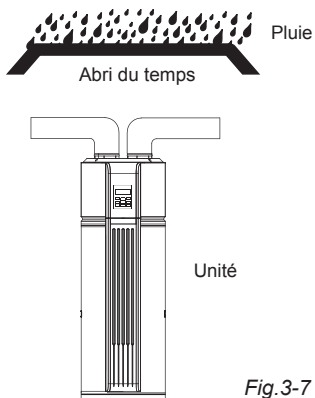

Fig. 3-7
- Dans le cas où l'unité se connecte à l'extérieur par un conduit, une mesure fiable de résistance à l'eau doit être effectuée sur le conduit afin d'empêcher l'eau de tomber à l'intérieur de l'appareil. (Fig. 3-7)